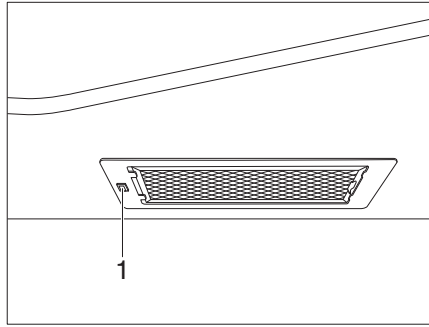

Bild 313 Spisfläkt
- Koppla till och från spisfläkten med brytaren (Bild 313,1).